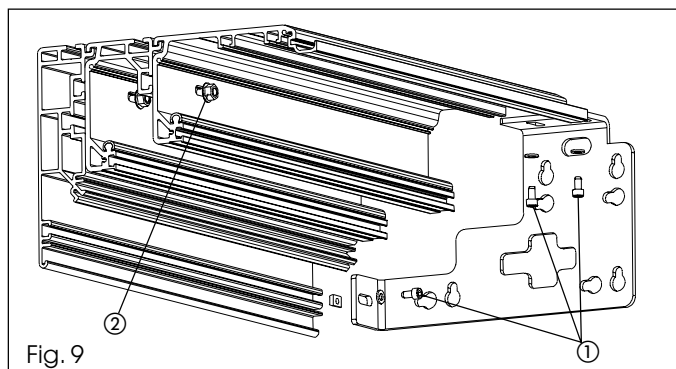

Fig. 9
La poutre d'automatisme avec le profilé autoporteur peut être fixée aux deux extrémités en utilisant l'accessoire brides latérales (fig. 9).
•Positionner les plaquettes dans les logements spécifiques et fixer les plaques latérales avec les trois vis de fixation M6 (fig. 9 réf. ①).
•Bloquer les tirants dans leurs sièges avec les écrous respectifs (fig. 9 réf. ②).